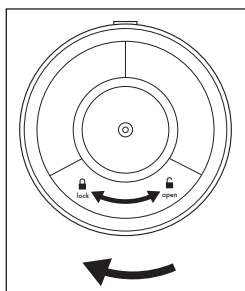

Abb. 2
7. Setzen Sie den Batteriefachverschluss **13** wieder ein und drehen Sie diesen im Uhrzeigersinn in Richtung **lock** , bis der Batteriefachverschluss **13** hörbar einrastet (siehe Abb. 2). Beachten Sie dabei die Aussparungen an der Innenseite des Hauptgeräts **7**.